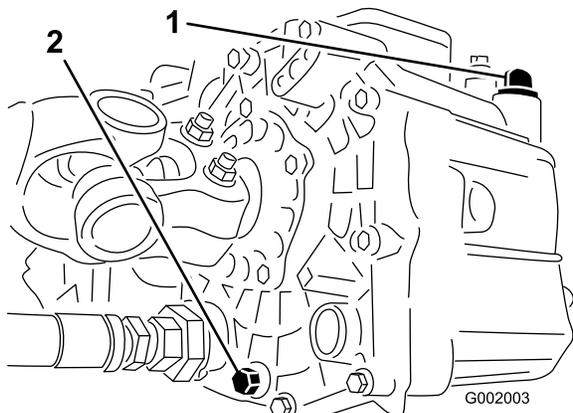

図 38
- 油圧オイル・タンクの側面にあるドレン・バルブをゆるめ、流れ出すオイルを容器に受ける (図 38)。